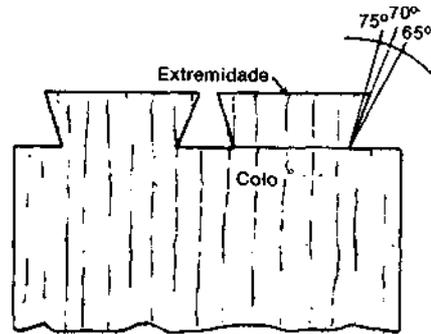

Fig. 91-a — Malhetes ou rabos de andorinha.
*Ângulo dos malhetes* (Fig. 91-a).